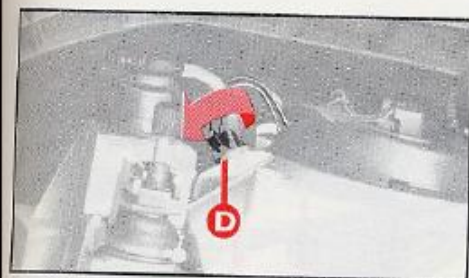

fig. 11
1) quite el portalámparas **D**-fig. 11, haciéndolo girar un poco para que se desenganche más fácilmente